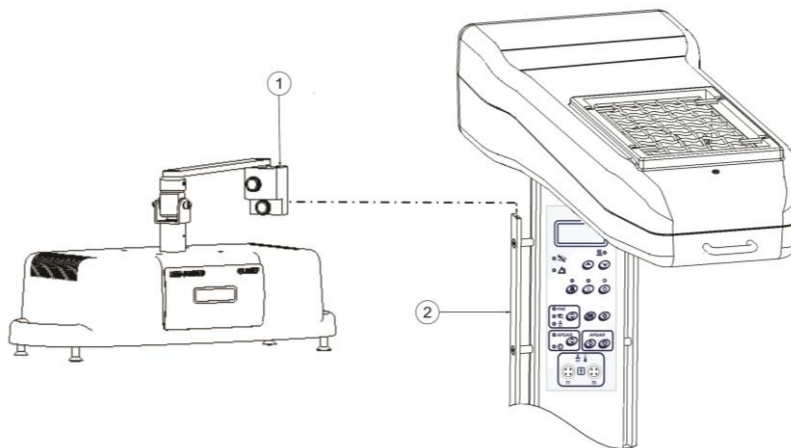

Figura 70 - Instalação da Fototerapia LED PHOTO
- Posicionar o mancal da fototerapia (1) na posição desejada na régua do berço (2) e apertar os knobs para travar na posição desejada, conforme figura 70.